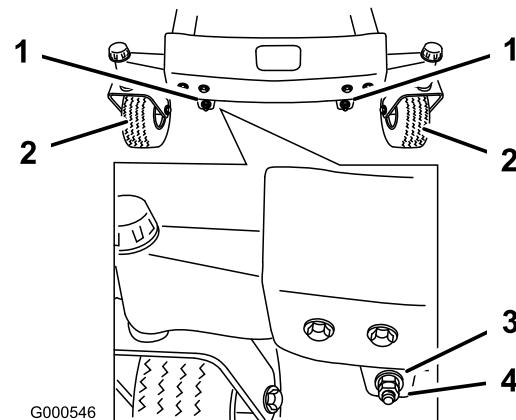

Figura 56
11. Para ajustar a inclinação da lâmina da frente para trás, remova as porcas de bloqueio e, em seguida, rode as porcas de ajuste na parte da frente do cortador (Figura 56).
13. Após ajustar ambas as porcas uniformemente, verifique novamente a inclinação da frente para trás. Continue a ajustar as porcas até que a ponta da lâmina da frente esteja 1,6-7,9 mm mais baixa que a ponta da lâmina traseira (Figura 56).
Nota: Após ajustar as porcas de ajuste, certifique-se de que não existe folga em qualquer barra de suporte (Figura 57). Aperte qualquer uma para eliminar a folga (Figura 56).